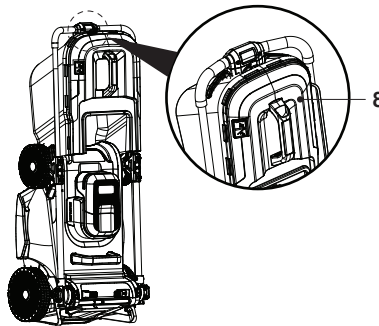

Fig. 23
7. Il est recommandé de ranger la tondeuse à gazon avec le bac de ramassage (8) accroché à la tondeuse et l'obturateur mulching (24) installé dans la tondeuse (Fig. 23).